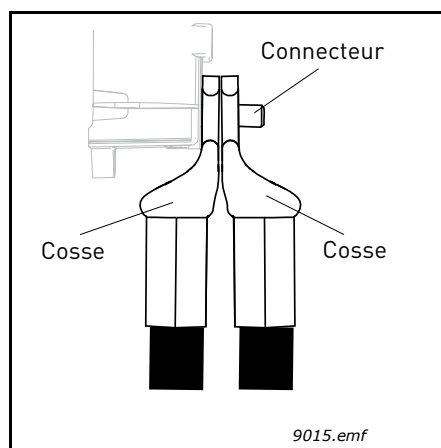

Figure 46. Placement de deux cosse l'une sur l'autre
- **REMARQUE :** Si vous raccordez plusieurs câbles à un même connecteur, observez la position des cosse les unes sur les autres. Voir Figure 46 ci-dessous.